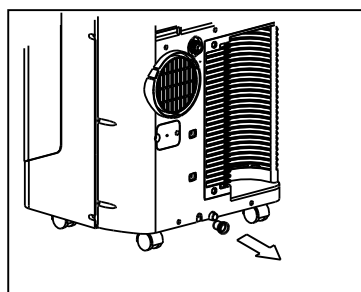

Fig.25
Spostare con cautela l'unità in una posizione adatta al drenaggio, rimuovere il tappo di drenaggio inferiore e lasciare scorrere via l'acqua(Fig.25). Riavviare l'apparecchio fino a che il simbolo "P1" non sarà più visualizzato. Se l'errore persiste, contattare l'assistenza.
- Rimuovere il tappo dall'uscita di drenaggio inferiore, drenando tutta l'acqua presente nella vaschetta inferiore (Vedere Fig.25).